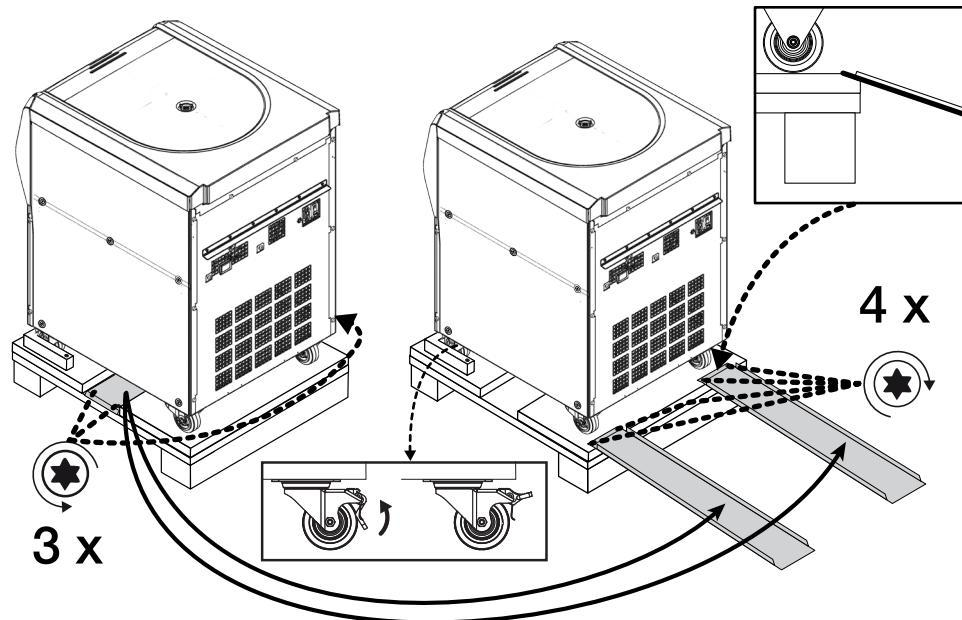

Abbildung 1-7: Entladeschienen montieren
10. Schauen Sie nach den Schienen, die sich in der Palettenmitte unterhalb der Zentrifuge befinden. Siehe hierzu Abbildung 1-7 links.
12. Ziehen Sie die Schienen unter der Zentrifuge hervor und platzieren Sie sie jeweils vor den beiden vorderen Laufrollen. Siehe hierzu Abbildung 1-7 rechts.
- b. Die Palette weist eine abgeschrägte Kante auf. Das Ende der Schiene müssen Sie so auf der abgeschrägten Kante positionieren, dass es bündig mit der Palettenoberfläche ist. Siehe rechteckiges Kästchen oben rechts in Abbildung 1-7.
14. Befestigen Sie die beiden Schienen mit den beiden verbliebenen Holzschrauben auf der Palette. Siehe Abbildung 1-7 rechts.
16. Lösen Sie die beiden schwenkbaren Lenkrollen an der Vorderseite der Zentrifuge, indem Sie die beiden Feststeller wie im rechteckigen Kästchen unten in der Mitte von Abbildung 1-7 dargestellt nach oben schwenken.